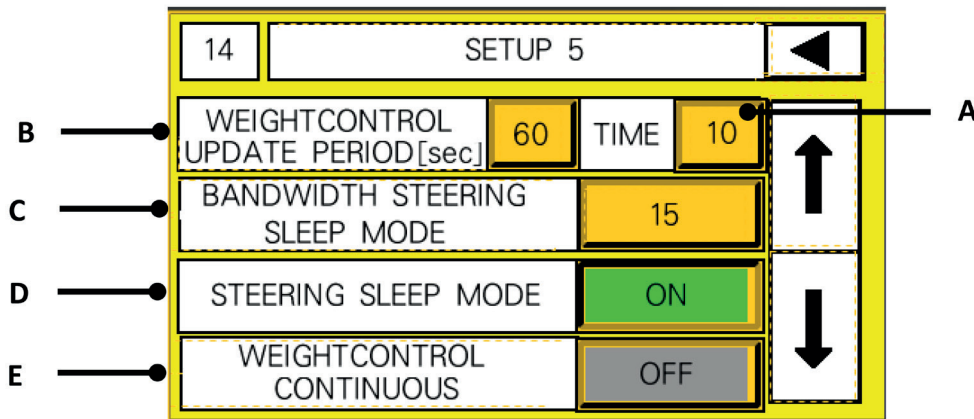

Fig. 12
C) Mediante il selettore "ON-OFF" **(D, Fig.12)** è possibile abilitare o disabilitare la funzione di disattivazione del controllo dello sterzo nel caso in cui lo sterzo del trattore non si muova per 3 secondi. Il parametro **(C, Fig.12)** indica la banda entro il quale lo sterzo del trattore è considerato fermo. L'unità di misura è riferita alla conversione digitale del segnale fornito dal sensore angolare che misura l'angolo di sterzata **(D, Fig.5)**.